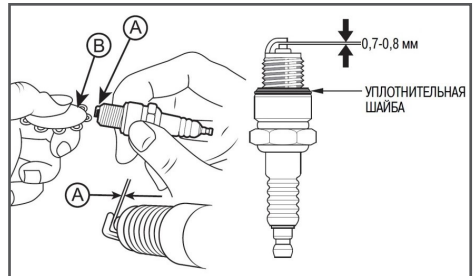

Рис. 16 Зазор между электродами свечи зажигания
4. Измерьте зазор А между электродами свечи зажигания специальным щупом В (Рис. 16). Зазор должен быть  $0,7-0,8$  мм. При необходимости, произведите регулировку зазора.